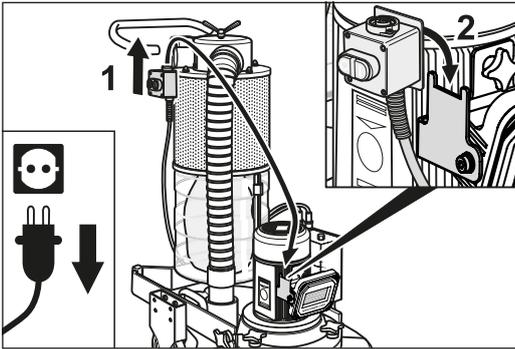

Fig. 25 Cuelgue el interruptor CO./DESCO. en el soporte para lámpara.
- 3 Descuelgue el interruptor CO./DESCO. del chasis y cuélguelo en el soporte para lámpara (Fig. 25).